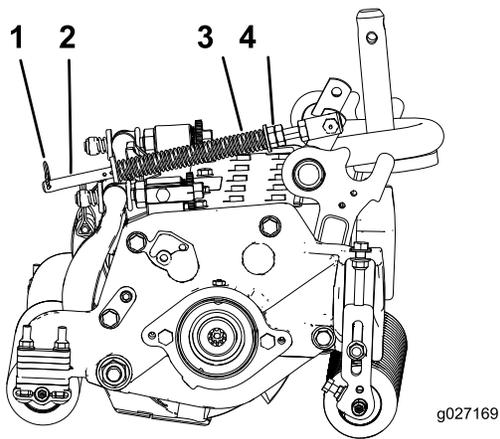

Bild 17
1. Stellen Sie sicher, dass der Splint in das hintere Loch in der Federstange eingesetzt ist (Bild 17).
2. Ziehen Sie die Sechskantmuttern vorne an der Federstange an, bis die komprimierte Länge der Feder 15,9 cm beträgt (Bild 17).